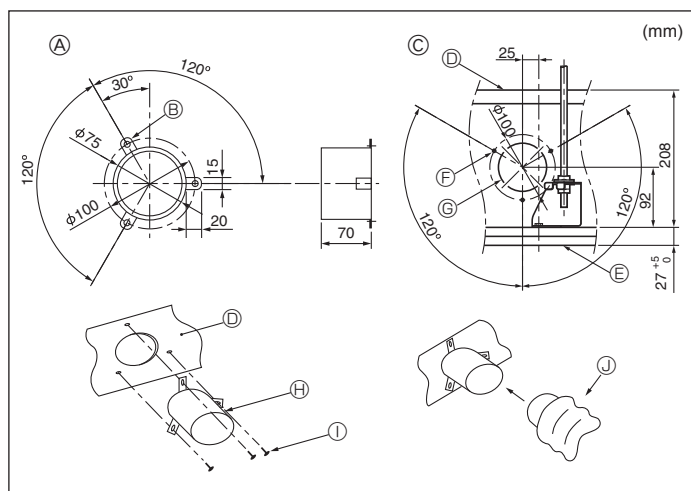

Fig. 4-3
4.3. Instalação da conduta (no caso da admissão de ar fresco) (Fig. 4-3)